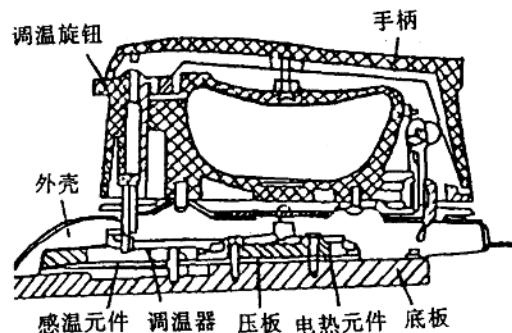

图 1-3-1 调温型电熨斗
(1) 观察外观：见图 1-3-1。电熨斗由底板、电热元件、压板、调温器、感温元件、外壳、手柄等组成。
(2) 观察电热元件